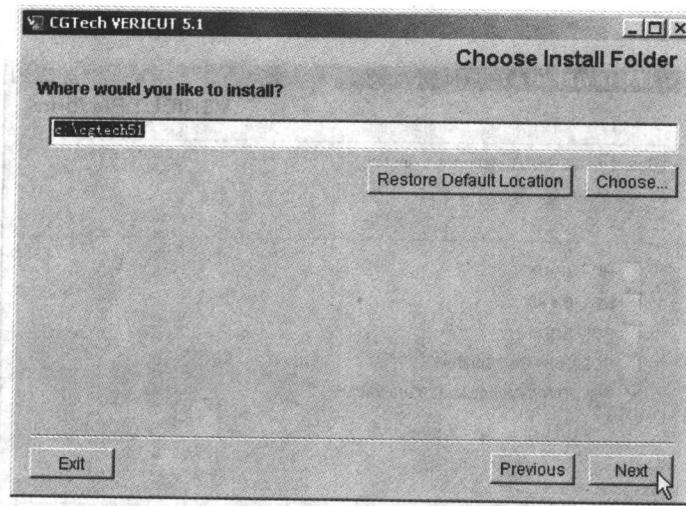

图 1-10 “Choose Install Folder”对话框
(5) 单击“Next”按钮,弹出如图 1-10 所示的“Choose Install Folder”对话框,单击“Choose”按钮,选择安装 VERICUT 5.1 软件的文件目录;单击“Restore Default Location”按钮,设定安装目录为软件的默认路径。